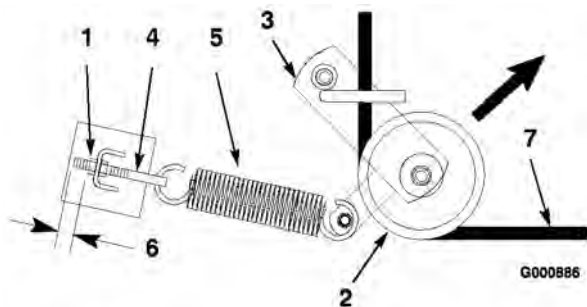
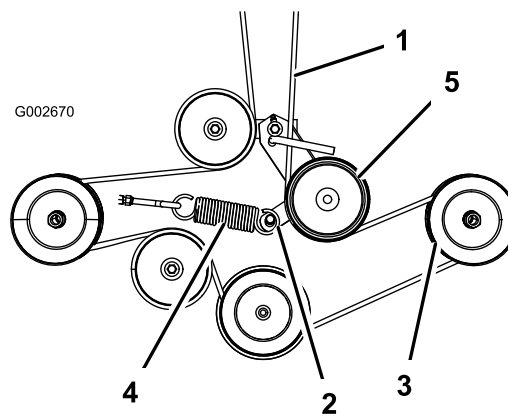

Figure 52
Figure 53
- Tirez la poulie de tension dans la direction indiquée (Figure 52) et retirez la courroie des poulies.
- Faites passer la courroie neuve dans le bras de la poulie de tension et autour de celle-ci (Figure 52).
- Tirez la poulie de tension dans la direction indiquée à la Figure 52 et acheminez la courroie autour des autres poulies (Figure 53).
Remarque: Vérifiez que 3 mm de filetage du boulon à œil est visible (Figure 52).